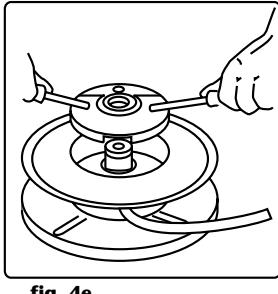

fig. 4e
5. Den Deckel, mit 2 Schraubenziehern in den Schlitten, abnehmen. (Art. Nr 500110 und 500111, Bild 4e); die Zentralschraube abschrauben und die Büchse entfernen.